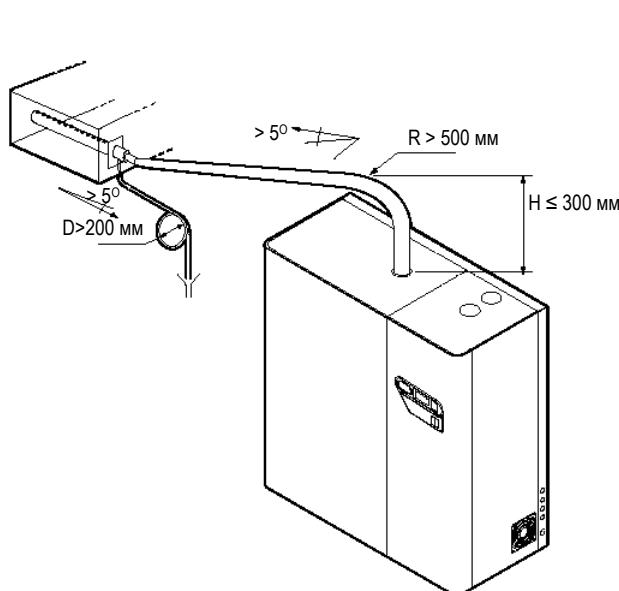

Рис. 4.3.2
1. Подъем вертикально вверх на высоту не менее 300 мм, далее сгиб с радиусом не менее 500 мм и постепенный наклон вниз не менее 5° (см. Рис. 4.3.2);
Конец трубы для отвода конденсата подсоединяется к ближайшей дренажной системе с минимальным наклоном 5° для обеспечения самотека (см. Рис. 4.3.2 и 4.3.3).